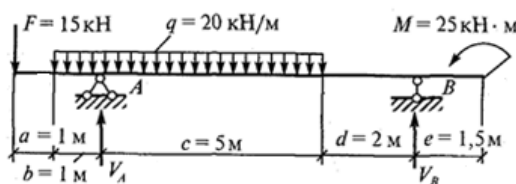

Рис. 24
**Пример 9.** Построить эпюры  $Q_y$  и  $M_x$  для балки, показанной на рис. 24